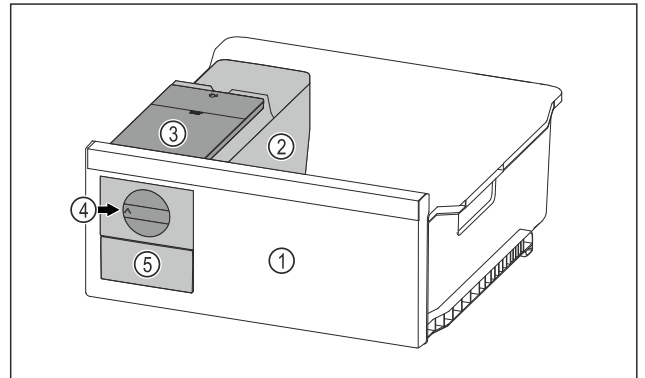

Fig. 123 Immagine a titolo di esempio
- Ruotare la manopola Fig. 123 (4) verso destra finché non si arresta.
- ▷ I cubetti di ghiaccio cadono dalla ciotola dei cubetti di ghiaccio nel cassetto dei cubetti di ghiaccio Fig. 123 (5).